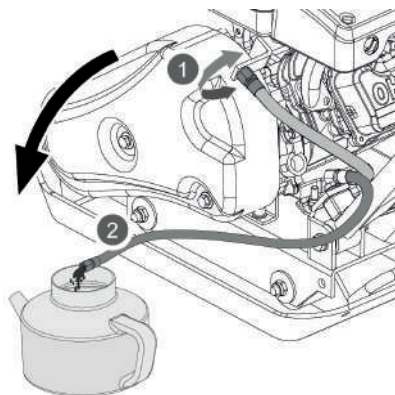

РИС. 11
5. Слейте отработанное масло через шланг в подготовленную ёмкость (Рис. 11).